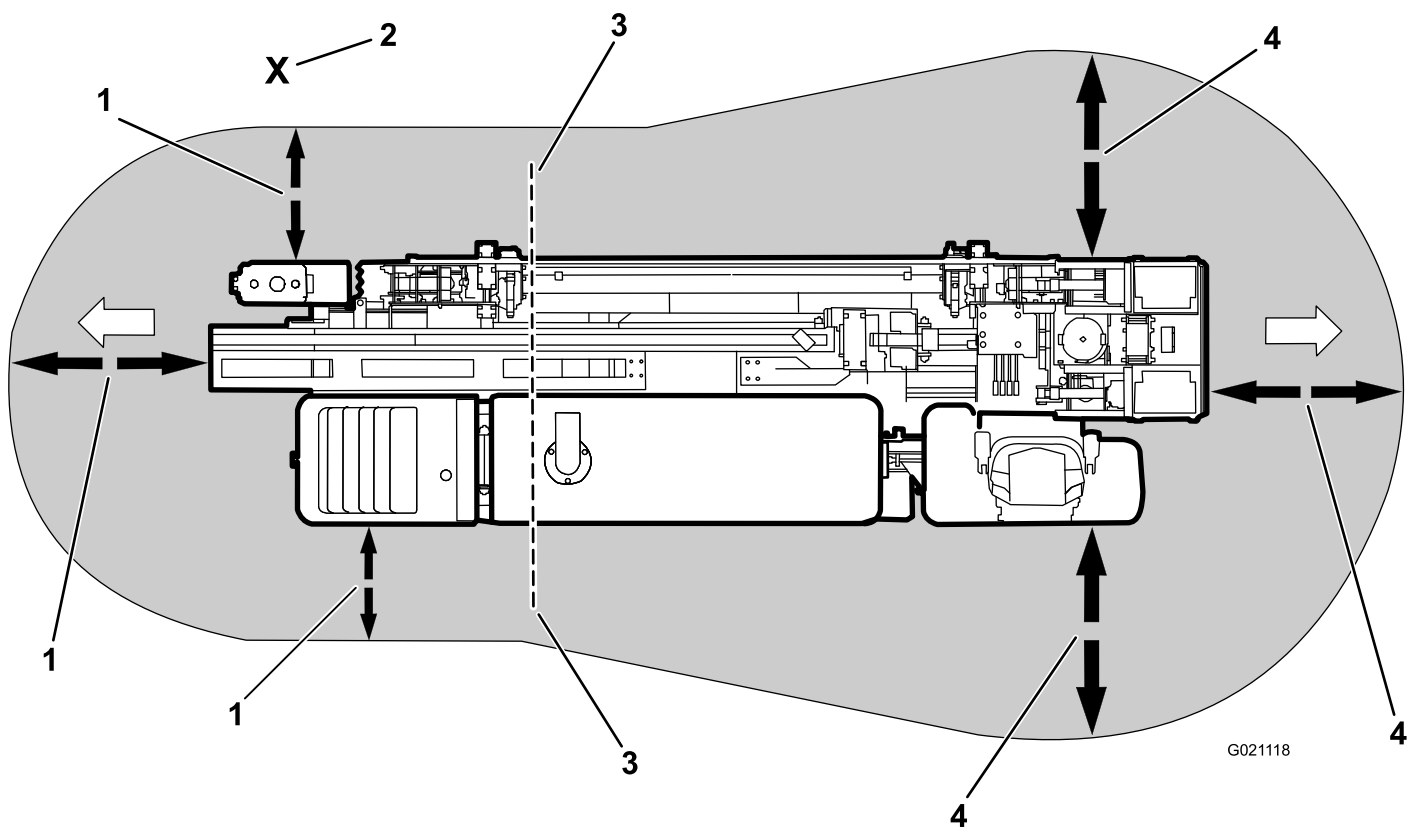

Рисунок 3
- Управляя машиной с помощью подвесного пульта дистанционного управления движением, держитесь на безопасном расстоянии от машины (Рисунок 3).